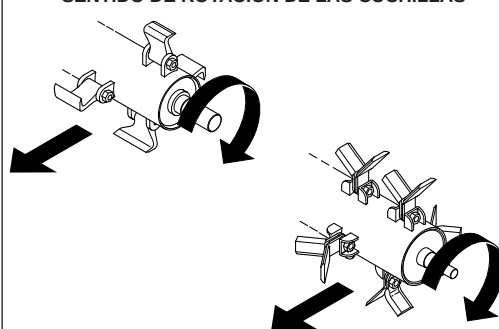

Fig. 21
- *Install the heaviest pairs at the two ends of the rotor and the lighter pairs in the middle (Fig. 21).*
- *Placer les paires les plus lourdes aux deux extrémités du rotor, les paires les plus légères au centre (Fig. 21).*
- *Die schwereren Messerpaare an den beiden Enden des Rotors anordnen, die leichteren Paare im Mittelpunkt anordnen (Abb. 21).*
- **Ubicar los pares más pesados en las dos extremidades del rotor, los pares menos pesados al centro (Fig. 21).**